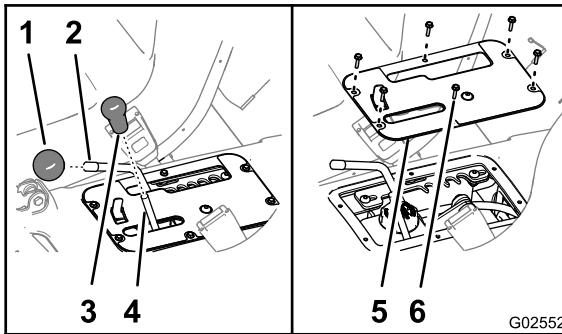

Рисунок 60
- Снимите ручки с рычага гидравлического механизма подъема и рычага диапазона скоростей (Рисунок 60).
- Выверните 6 винтов с шестигранными головками с буртиками (#10 x ¾ дюйма), которые крепят плоскую крышку консоли рычагов управления к основанию сиденья, и снимите плоскую крышку (Рисунок 60).
- Совместите отверстия в плоской крышке консоли рычагов управления с отверстиями в основании сиденья (Рисунок 60).
- Прикрепите плоскую крышку к основанию с помощью 6 винтов с шестигранными головками с буртиками (Рисунок 60), снятых при выполнении действий, описанных в пункте 2.
- Наверните ручки на стержни рычага гидравлического механизма подъема и рычага диапазона скоростей (Рисунок 60).
- Выверните 6 винтов с шестигранными головками с буртиками (#10 x $\frac{3}{4}$ дюйма), которые крепят плоскую крышку консоли рычагов управления к основанию сиденья, и снимите плоскую крышку (Рисунок 60).
- Прикрепите плоскую крышку к основанию с помощью 6 винтов с шестигранными головками с буртиками (Рисунок 60), снятых при выполнении действий, описанных в пункте 3.